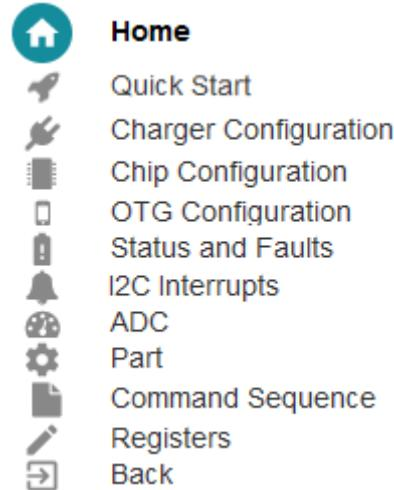

图 2-5. 图标指南
- 在 TI Charger GUI 主页中 , 选择您正在使用的充电器。在左下方 , 用户应看到 *Hardware Connected*。图 2-5 是左侧面板上图标含义的简要说明 :